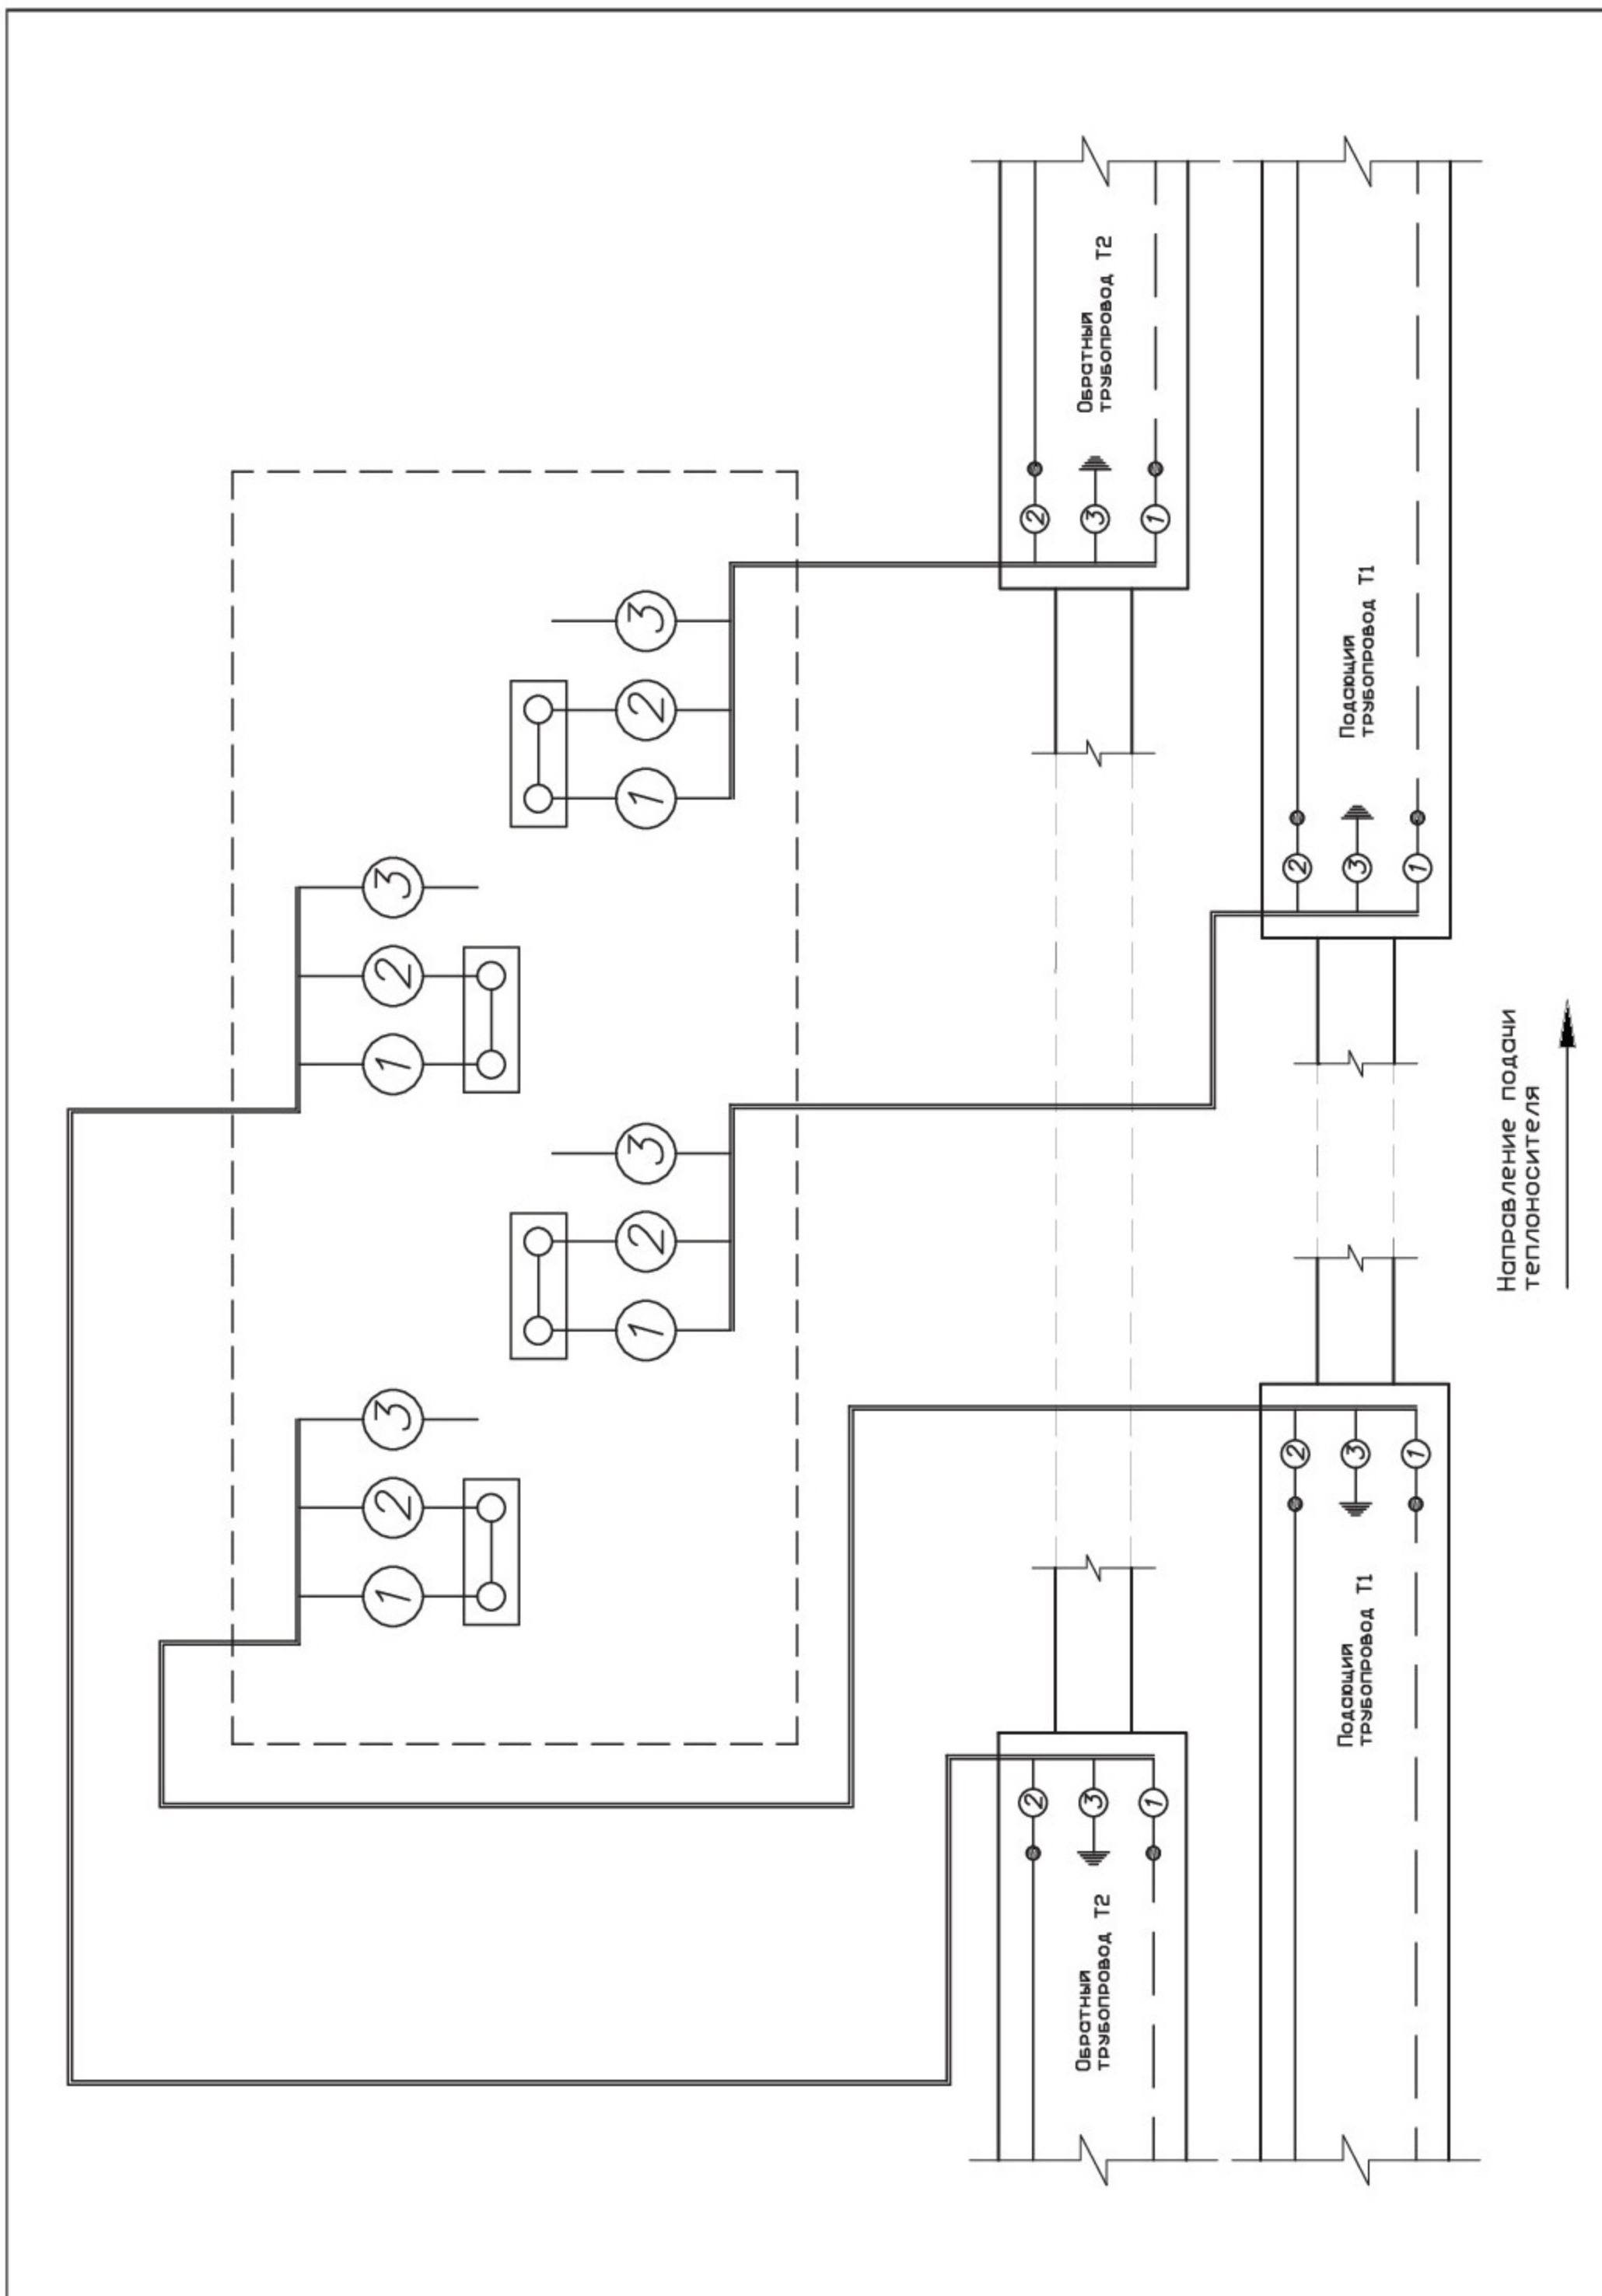

Рис. 9 Разъединение двух независимых двухтрубных систем ОДК
9. Для разъединения (закольцовки) одной двухтрубной системы ОДК на две независимые системы, монтаж проводников внутри терминала осуществлять по электрической схеме – **Рис. 9**.